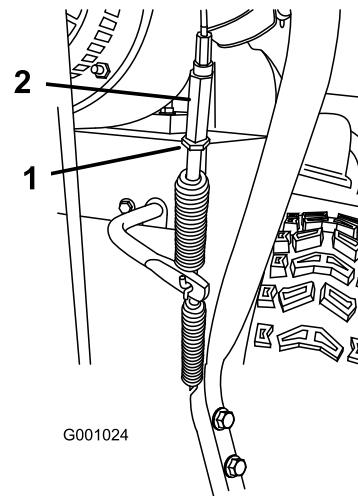

Figure 46
5. Desserrez l'écrou de blocage (Figure 46).
6. Desserrez ou serrez le tendeur de réglage de la tension du câble (Figure 46).